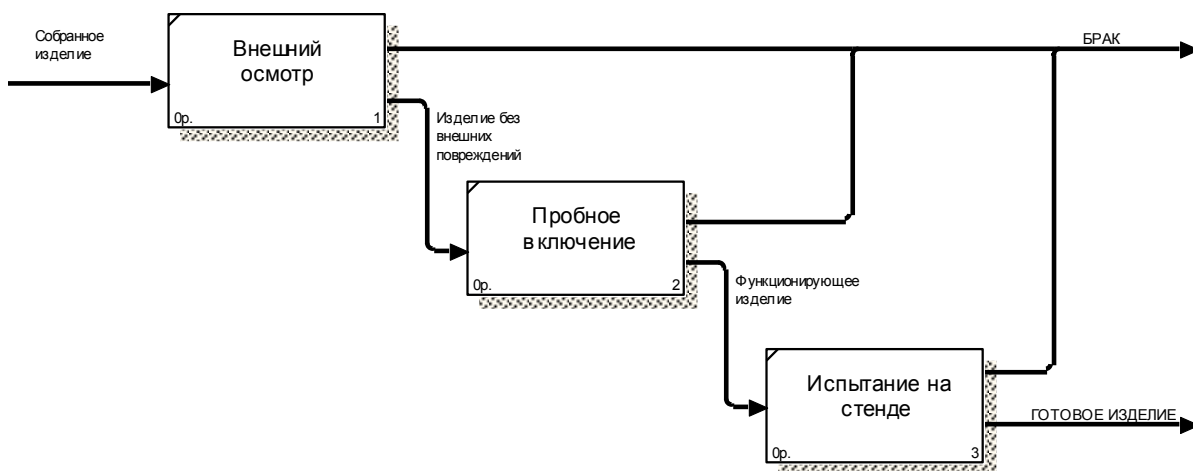

Рисунок 1- Фрагмент диаграммы декомпозиции работы "Контроль качества"
1. При обследовании деятельности подразделения была построена следующая модель работы «Контроль качества»(рисунок1)